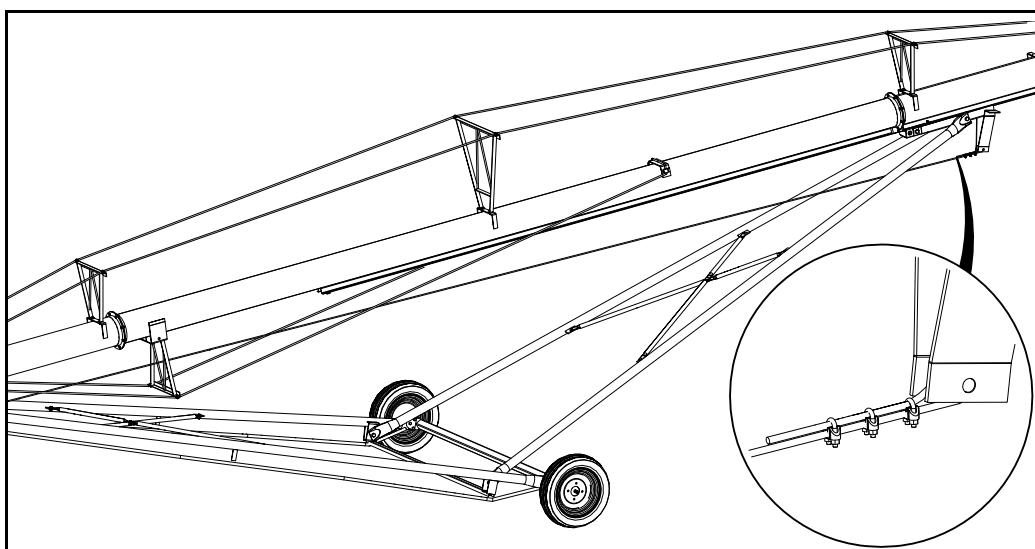

Figure 3.30 Raccord du câble du cylindre de levage au bras de levage
1. Avec la tarière en position entièrement abaissée (patin de rail reposant fermement sur la butée de rail et le bras de levage appuyé sur le rail), faire passer le câble autour de la tige de fixation du câble sur le bras de levage. Tendre très fermement le câble et l'attacher ensuite avec trois serre-câbles comme illustré (voir la Figure 3.30). **Bien serrer.** Attacher les extrémités du câble de levage qui dépassent avec un ruban ou des attaches de câble.